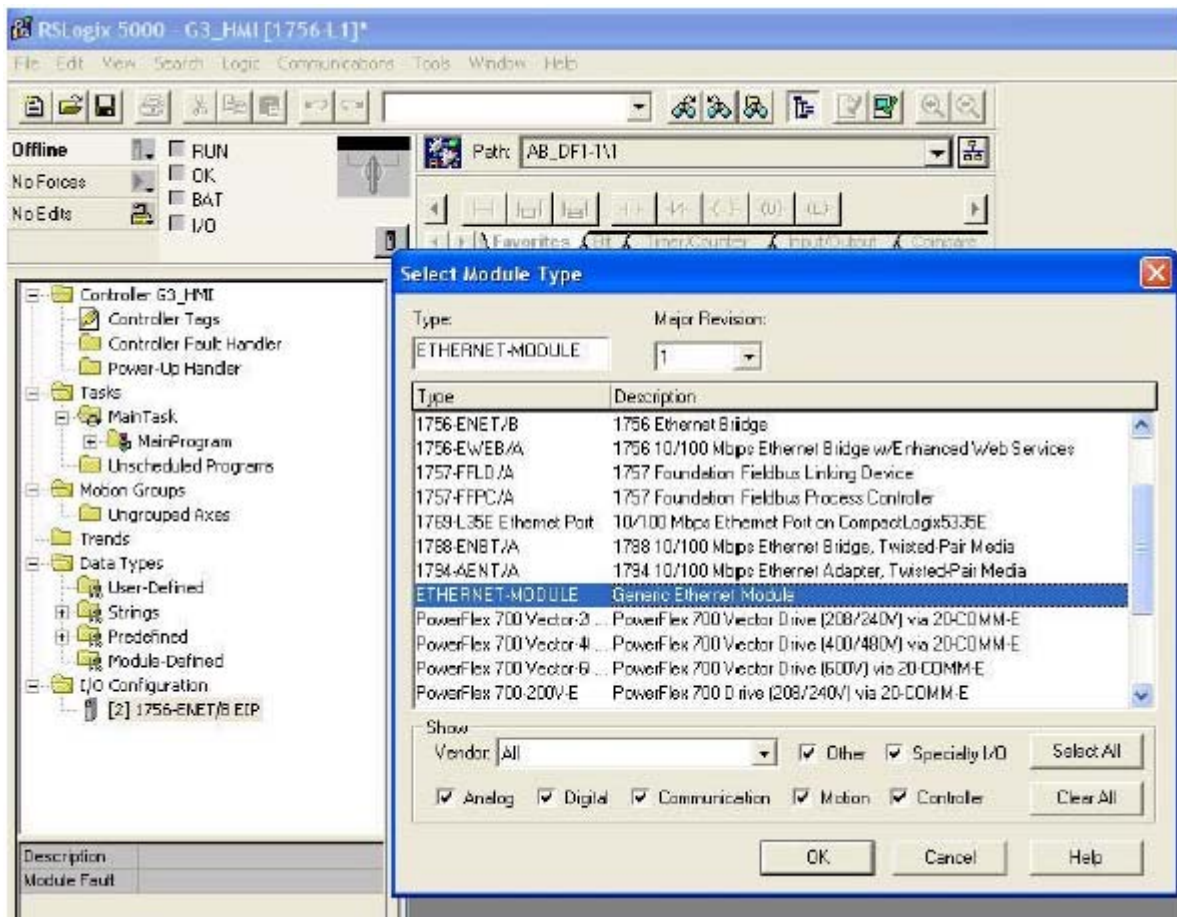

Fig. 72. Selectie van ethernetmodule
- c. In het venster om het moduultype te selecteren, kiest u de generieke ethernetmodule. Zie FIG. 72.